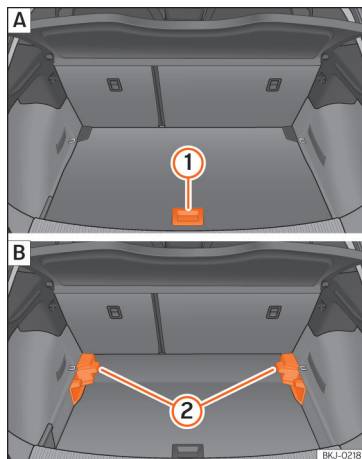

Fig. 139 Piso variável da bagageira: **A** posição alta; **B** posição baixa.
- Para passar da posição baixa para a alta, levante o piso pela pega »» **Fig. 139** **1**, puxe-o para trás até que a parte dianteira do piso baixe totalmente os suportes **2**.
- Para passar da posição alta para a baixa, levante o piso pela pega »» **Fig. 139** **1**, puxe-o para trás até que a parte dianteira do piso baixe totalmente os suportes **2**.
- Com o piso variável na posição alta, levante pela pega » » Fig. 139 ①, puxe-o e empurre para o encosto dos bancos traseiros até que o piso dobre pela linha da dobradiça e a parte móvel do piso assente sobre o mesmo.